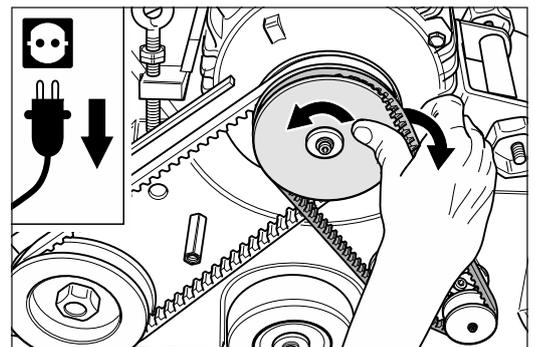

Abb. 31 Den Keilriemen für die Absaugung abnehmen.
- 7 Drehen Sie die Motorriemenscheibe und lassen Sie gleichzeitig den Keilriemen für den Ventilator von der Motorriemenscheibe laufen (Abb. 31).